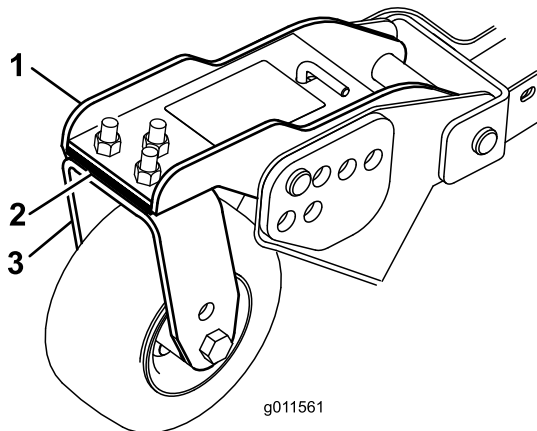

Bild 92
1. Entfernen Sie die Kopfschrauben und Muttern, mit denen der Laufradarm an der Laufradgabel befestigt ist (Bild 92).